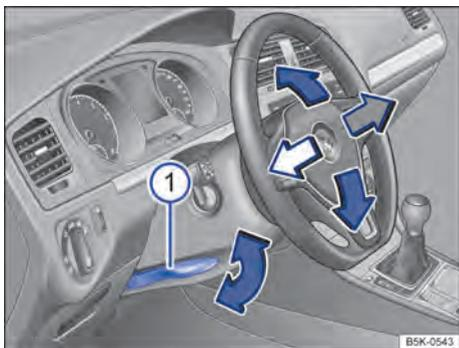

Fig. 79 Embaixo do volante no revestimento da coluna de direção: alavanca de ajuste mecânico da posição do volante.
- Virar a alavanca → Fig. 79 ① para baixo.
- Virar a alavanca sempre com firmeza para cima → Fig. 79 ① após o ajuste, para que o volante não mude de posição involuntariamente durante a condução.